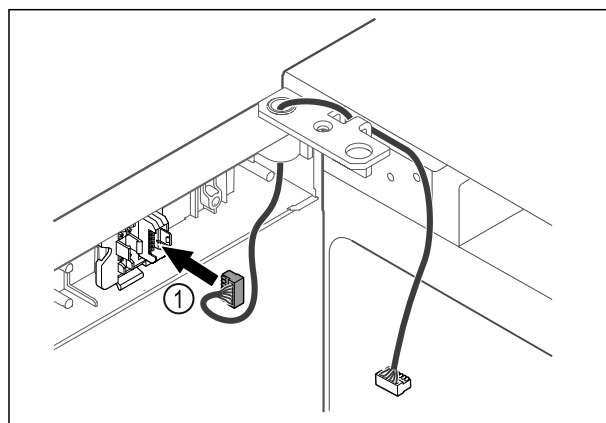

Fig. 39
- ▶ Dugja be a dugót Fig. 39 (1) a dugófoglatba.